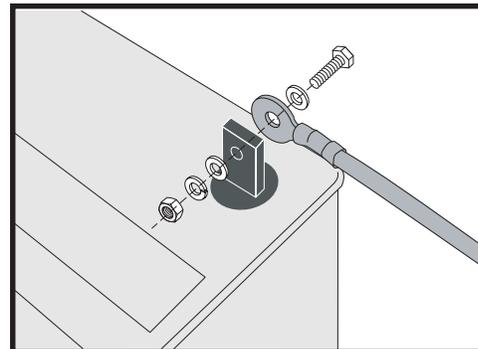

Figure 13. Remplacement des batteries
5. Débranchez les câbles des bornes des batteries en retirant les boulons et écrous. **Voir la figure 13.**